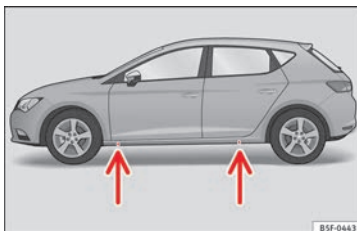

Fig. 52 Pontos de fixação do macaco
- ① Adaptador dos tampões dos parafusos das rodas*
- ② Argola de reboque
- ③ Chave de rodas*
- ④ Manivela do macaco
- ⑤ Macaco*
- ⑥ Gancho para extrair os tampões integrais*/pinça para os protetores dos para-fusos de roda.
- Coloque o macaco nos pontos de apoio previstos na longarina » Fig. 52.